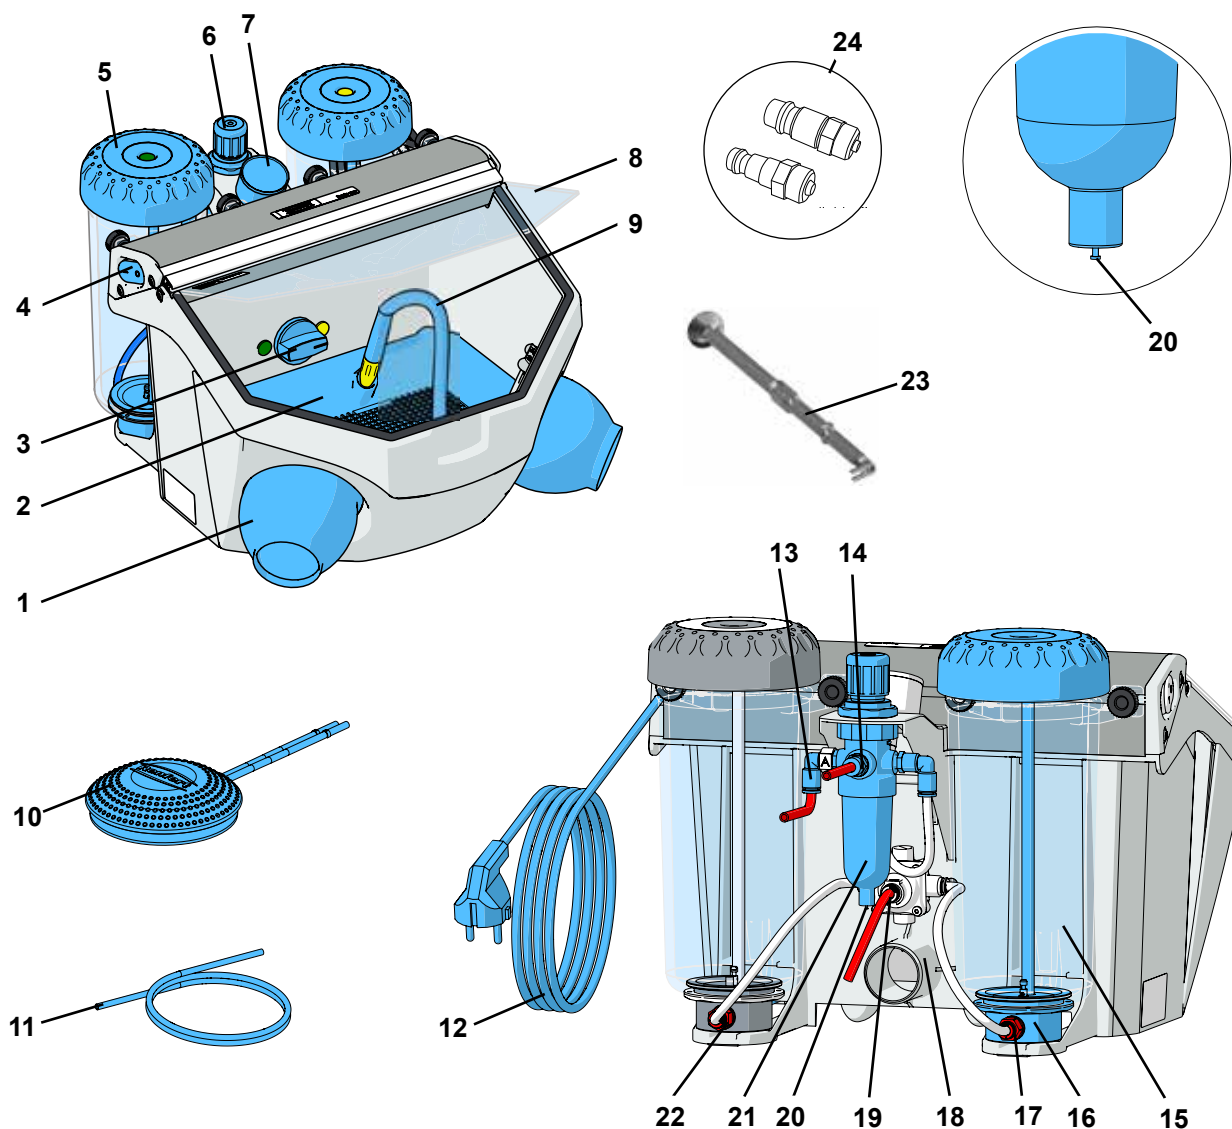

Fig. 1
- ⇒ Odwinąć przewód zasilający (12, Rys. 1).